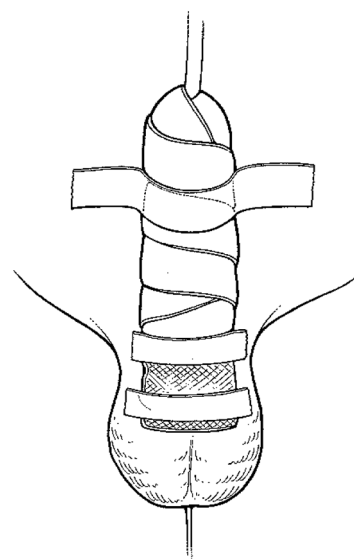

Figura 4-24. Sujeción del pene al abdomen con cinta adhesiva
5. Pegue el pene al abdomen con cinta adhesiva (**Figura 4-24**).